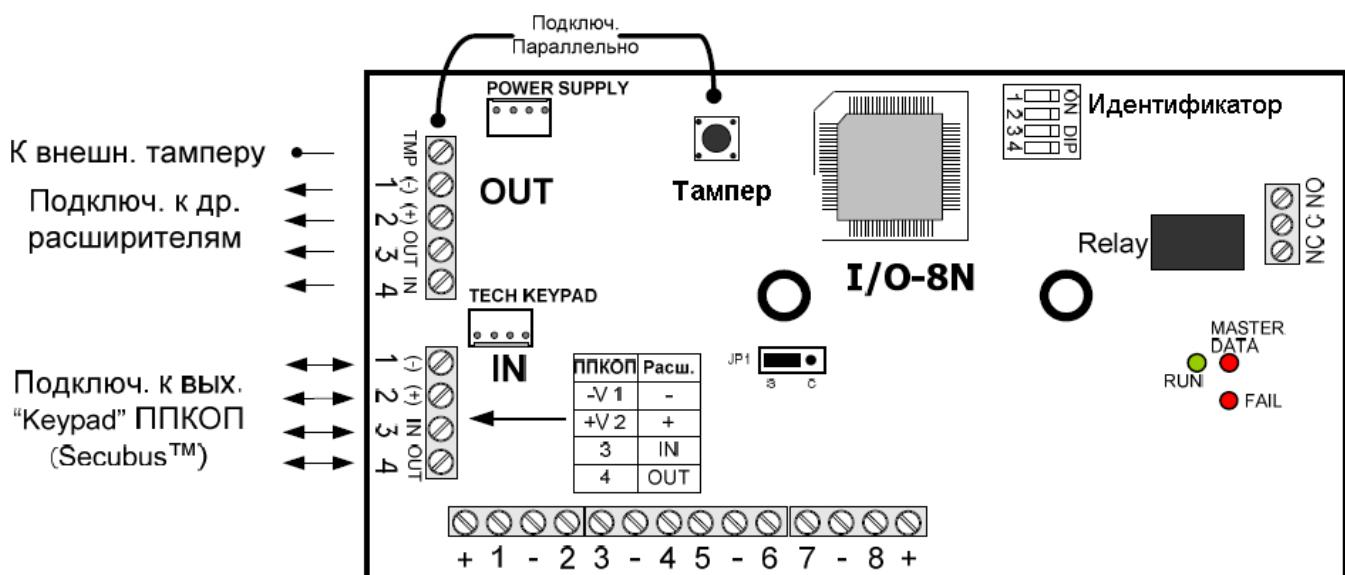

Рисунок 18 - Выносной расширитель I/O-8N
CAPTAIN-I(8) имеет возможность работы с различными типами расширителей: внешних расширителей I/O-8N (см. Рисунок 18), беспроводных приемников-расширителей I/O-WN.